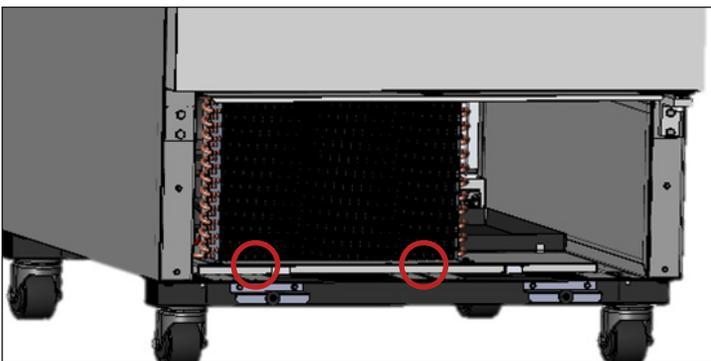

Fig. 5. Rimuovere i bulloni della base del condensatore.
5. Rimuovere i bulloni della base del condensatore. Vedere fig. 5.